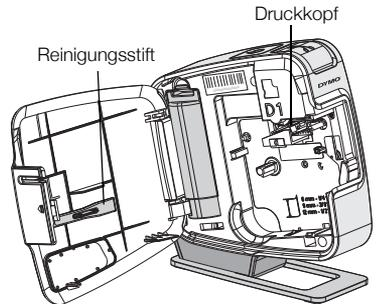

Abbildung 7
- 4 Nehmen Sie den Reinigungsstift aus der Abdeckung. Siehe Abbildung 7. Wenn Sie keinen Reinigungsstift haben, wenden Sie sich bitte an den DYMO-Kundendienst (<http://support.dymo.com>).